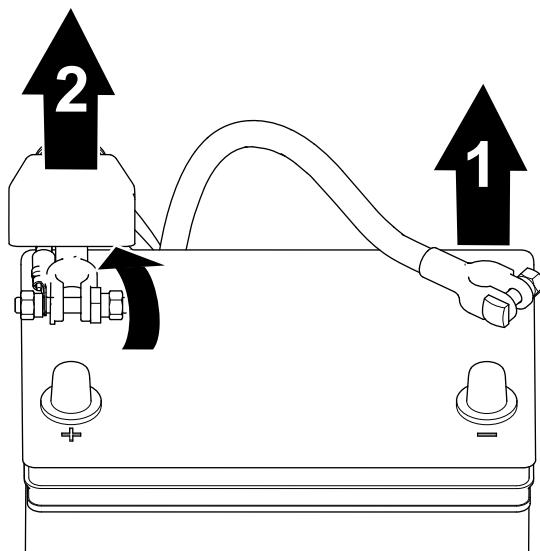

図 89
- バッテリー端子から、マイナスケーブルを外す 図 89。
- バッテリーのプラスケーブルについている絶縁カバーを外して、プラスケーブルをバッテリーから外す 図 89。